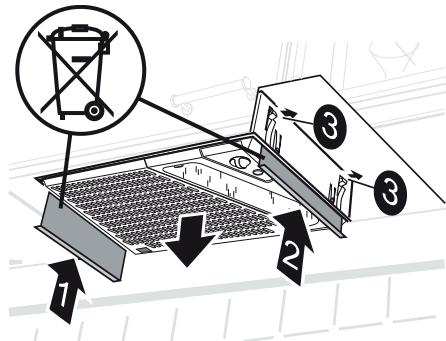

Fig. 5
Pressen die Demontageplatten (1 und 2) nach oben zwischen Dunstabzugsgeläuse und Aufhängerahmen, um die Federn (3) freizugeben. Ziehen Sie das Dunstabzugsgeläuse vom Aufhängerahmen herunter, Fig. 5.